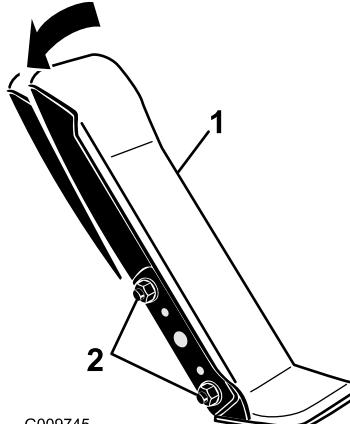

Figura 80
1. Allentare i 2 dadi e bulloni che fissano il lato sinistro del pedale di trazione alla staffa (Figura 80).
2. Incline il pedale nell'angolazione desiderata e stringete i dadi (Figura 80).